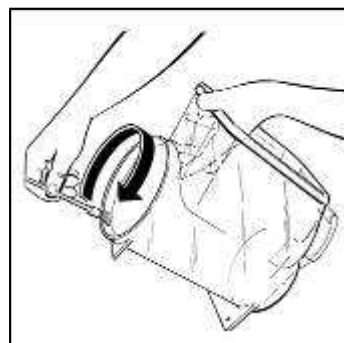

Рис. 37
- Для упрощения сборки рекомендуется смочить чистой водой заднюю часть контейнера в том месте, где она соприкасается со своей уплотнительной прокладкой (см. Рис. 37);